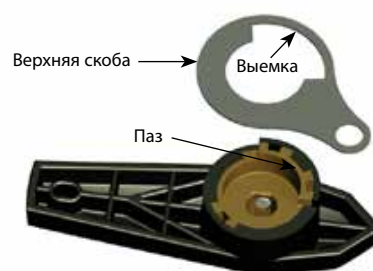

Рис. 4
4. Переверните **рукоятку** и установите **верхнюю скобу** на основание рукоятки так, чтобы **выемка** в скобе совпала с **пазом** на рукоятке. Рис. 4